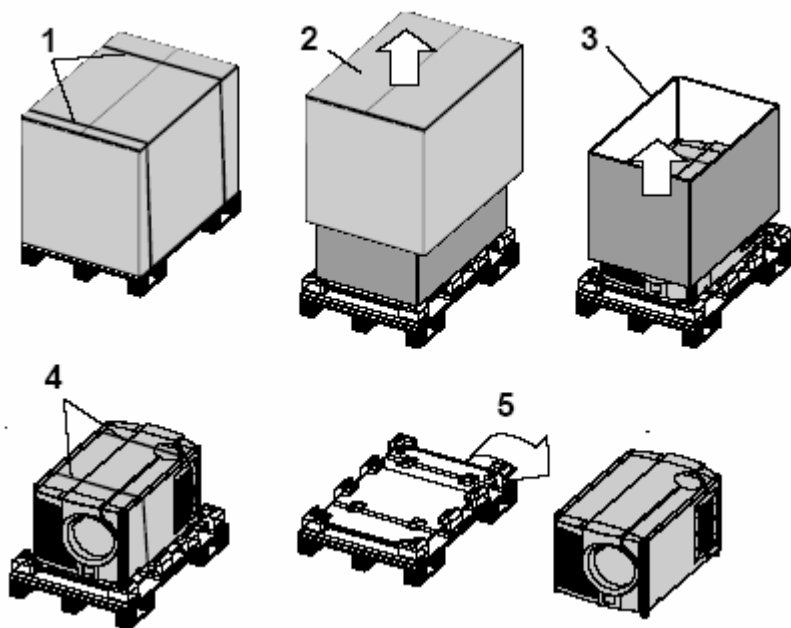

图 5-1 数字放映机头的开箱/装箱
1. 将包装好的数字放映机头运到安装场地，并将其放在木板架上。（图 5-1）